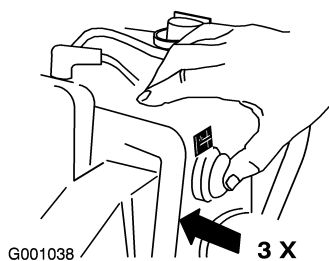

Figure 24
- Appuyez fermement à 3 reprises sur l'amorceur avec le pouce en marquant une pause d'une seconde chaque fois (Figure 24).